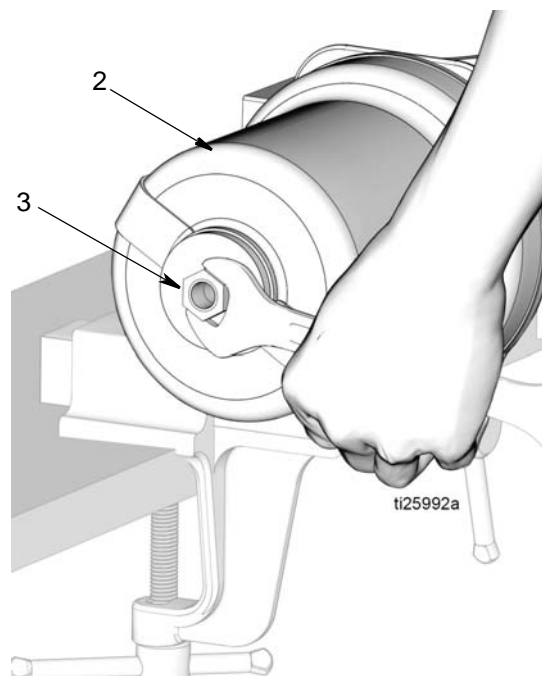

Рис. 16
12. Открутите стопорную гайку поршня (3) с верхней части пневматического цилиндра (2) (Рис. 16).